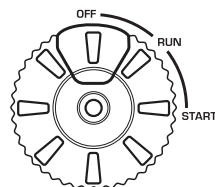

Fig. 2
4. Tournez la molette du commutateur multifonction en position START (Fig. 2).
9. Pour démarrer des modèles KS 2100iG S, KS 3100iG S: tournez l'interrupteur multifonction en position START (fig. 2). Tirez sur la poignée du démarreur jusqu'à ce que vous sentiez une légère résistance, puis tirez-la relativement brusquement. Laissez la poignée de démarrage à la main rentrer lentement, ne la relâchez pas. Tournez l'interrupteur multifonction en position RUN (fig. 2).
3. Tournez l'interrupteur multifonction en position START (fig. 2).